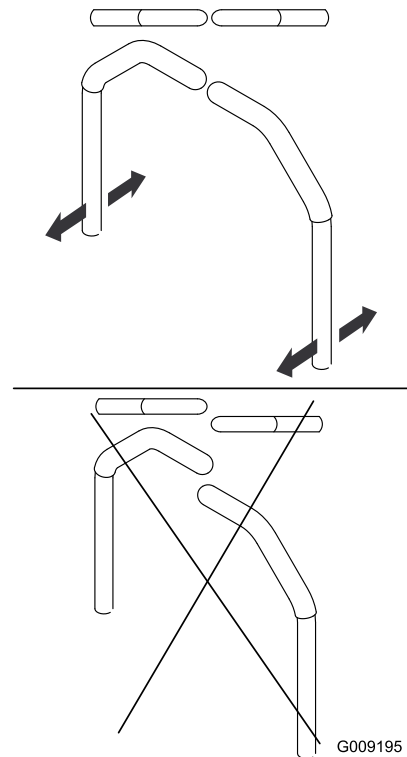

Bild 50
9. Fluchten Sie die Hebel in Längsrichtung aus. Bringen Sie die Hebel zuerst in der NEUTRAL-Stellung zusammen und schieben Sie die Hebel dann so lange, bis sie ausgefluchtet sind. Ziehen Sie dann die Schrauben an (Bild 50).